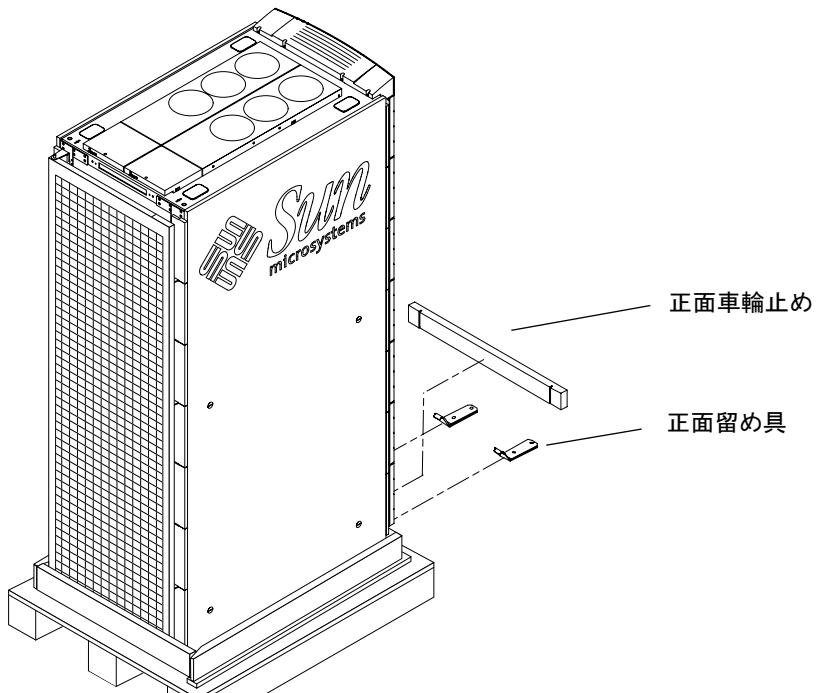

図 3-3 正面留め具および正面車輪止め
- 高さ調整レンチを使用して、正面留め具を取り外します。留め具は、手順 11 で使用するため、保管しておいてください (図 3-3)。